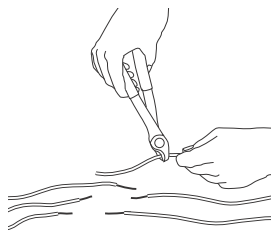

Fig. 6 Couper et dénuder les câbles conducteurs de moteur
2. Couper les câbles conducteurs de moteur de manière décalée. Couper les extrémités du câble immergé de telle sorte qu'elles correspondent avec les câbles conducteurs de moteur. Voir fig. 6. Sur les moteurs monophasés, s'assurer que les couleurs correspondent ;